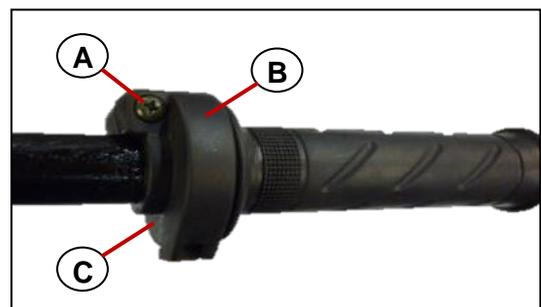

Fig. 8.52
- Lubrique con grasa la cabeza [A] de la guaya del acelerador y el carretel [B]. **Fig. 8.52**